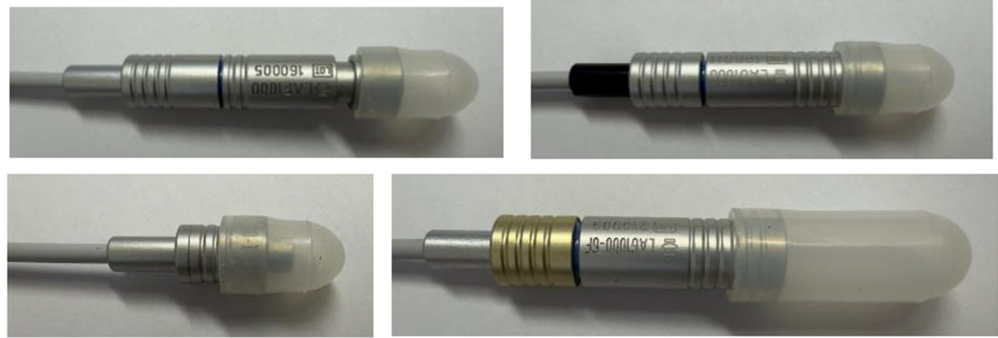

Figure 10 A) LAF1000 avec LLZ10-04, B) LAG1000 avec LLZ10-04, C) LAF1000-T avec LLZ10-04, D) LAG1000-6F avec LLZ10-05
**Stockage** Conserver les tubes de transfert et les connecteurs dans un environnement propre et sec (humidité relative  $\leq 85\%$ ). Les conditions de stockage optimales recommandées sont de  $25\text{ }^{\circ}\text{C} \pm 10\text{ }^{\circ}\text{C}$ . Il est important de veiller à ce qu'aucun produit chimique ne se trouve à proximité du lieu de stockage. Utilisez et placez les bouchons de stockage (LLZ10-04 & LLZ10-05) sur la pièce de couplage (côté applicateur uniquement) pour empêcher la pénétration de toute saleté dans les tubes de transfert pendant le stockage. Veuillez noter qu'il suffit de faire glisser les bouchons de stockage sur la pièce d'accouplement jusqu'à 5 mm (voir figure 10).